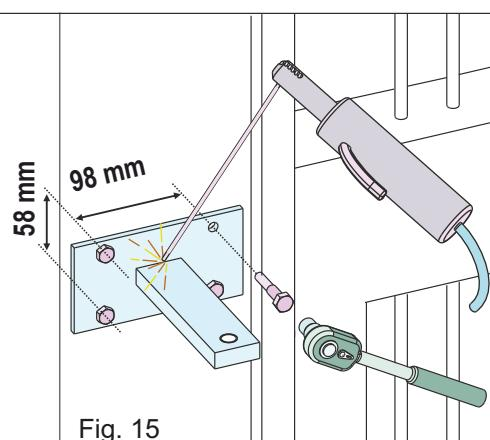

Fig. 15
- En fonction du type d'ouverture (*interne ou externe*) et de la rotation maximale du vantail désirées, l'étrier du support doit, d'abord, être coupée en respectant la cote «a» aux chapitres 5 ou 5 et puis soudée - Fig. 15